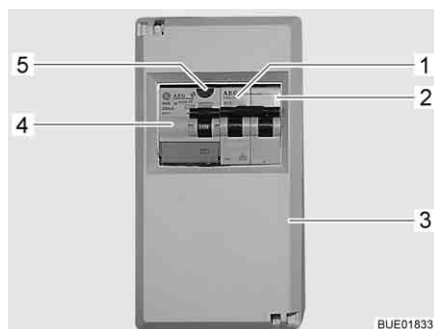

Fig. 107 Scatola dei fusibili a 230 V con interruttore di sicurezza e interruttore automatico FI
Un interruttore di sicurezza per correnti di guasto (interruttore automatico FI) (Fig. 107,4) nella scatola dei fusibili (Fig. 107,3) protegge l'intero veicolo da correnti di guasto (0,03 A).
L'interruttore di sicurezza collegato in serie (10 A) (Fig. 107,2) protegge le prese da 230 V, l'apparecchio per l'alimentazione elettrica, il caricabatteria supplementare e il frigorifero.
Per veicoli con accessori opzionali, p. es. l'impianto di climatizzazione, un ulteriore interruttore di sicurezza (16 A) (Fig. 107,1) protegge l'apparecchio.
- Se il veicolo è collegato all'alimentazione a 230 V, premere il tasto di controllo (Fig. 107,5). L'interruttore di sicurezza per correnti di guasto (FI) deve scattare.